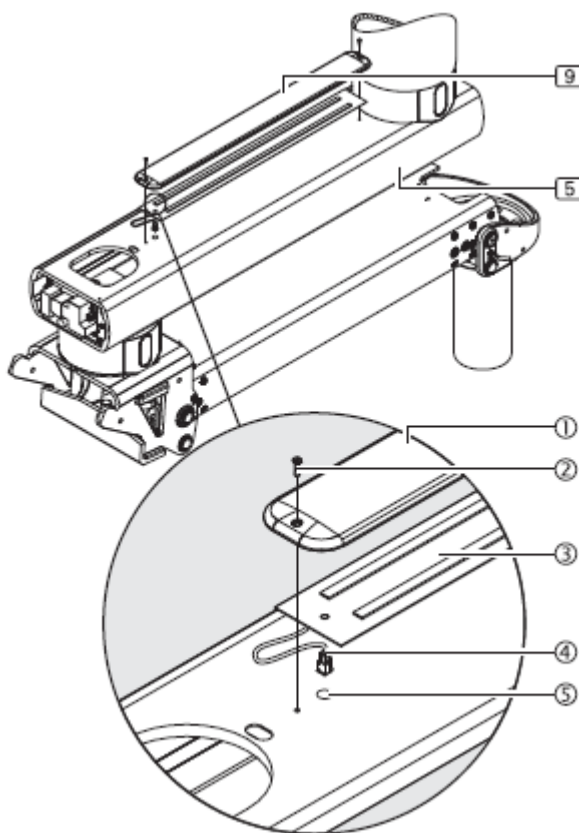

Fig. 35 Montage du module d'éclairage indirect
L'éclairage indirect (9) du bras d'extension (5) (longueurs de 800 mm et 1000 mm pour le modèle XL) est monté sur la partie supérieure du bras. La figure 35 montre une représentation simplifiée avec seulement le bras d'extension et le bras compensé (5) sans câbles pré-assemblés.
- Faites passer le câble de connexion (4) du support de base avec LED (3) par l'ouverture de montage (5) jusqu'au bras d'extension sans le plier.
- Placez le couvercle (1) sur le support de base avec LED (3) et vissez-le avec 2 vis à tête fraisée M4 x 16 mm (2) - DIN EN ISO 10642.
- Vérifiez que l'éclairage du bras d'extension (9) est correctement positionné et au niveau du bras d'extension, que le câble de connexion (4) est sur le bras d'extension et que les vis sont bien serrées.